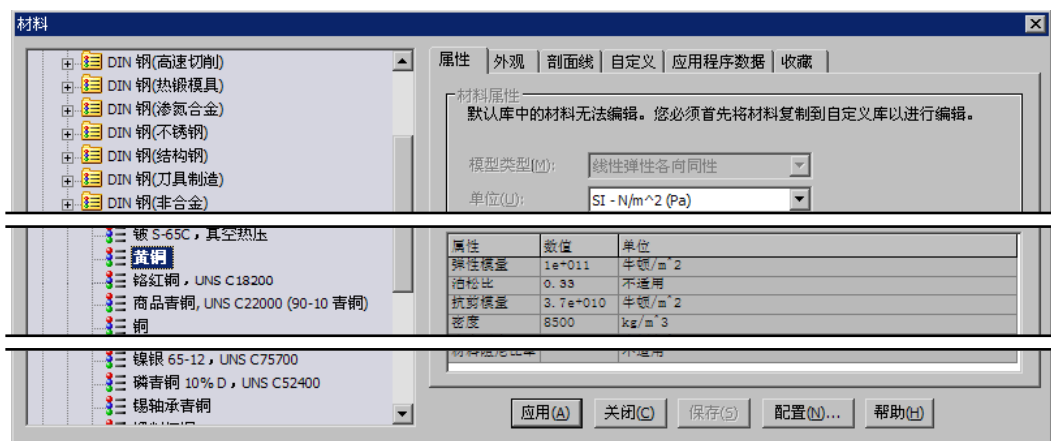

图 3.4.2 “材料”对话框（二）
Step1. 将材料应用到模型。选择下拉菜单 **编辑(E)** → **外观(A)** → **材质(M)...** 命令，系统弹出“材料”对话框；在对话框的列表中选择  **红铜合金** 下拉列表的  **黄铜** 选项，此时在该对话框中显示所选材料属性，如图 3.4.2 所示；单击 **应用(A)** 按钮，将材料应用到模型，如图 3.4.3b 所示；单击 **关闭(C)** 按钮，关闭“材料”对话框。